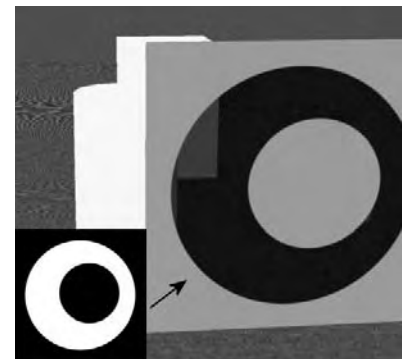

Fig.9.39
- **Textures d'opacité** (Opacity Map) : permet de déterminer des zones d'opacité et de transparence. Par exemple, si votre image bitmap représente un cercle noir situé au milieu d'un rectangle blanc et que vous l'appliquez en tant que texture d'opacité, la surface semble présenter un trou dans lequel le cercle est associé à l'objet. Si l'image est en couleur, la valeur d'échelle de gris de chaque couleur est utilisée (fig.9.39).